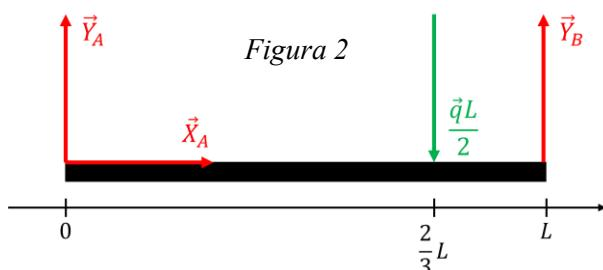

Figura 2
- Sostituendo ai vincoli le loro reazioni e al carico distribuito il suo concentrato equivalente si ottiene il diagramma in *Figura 2*